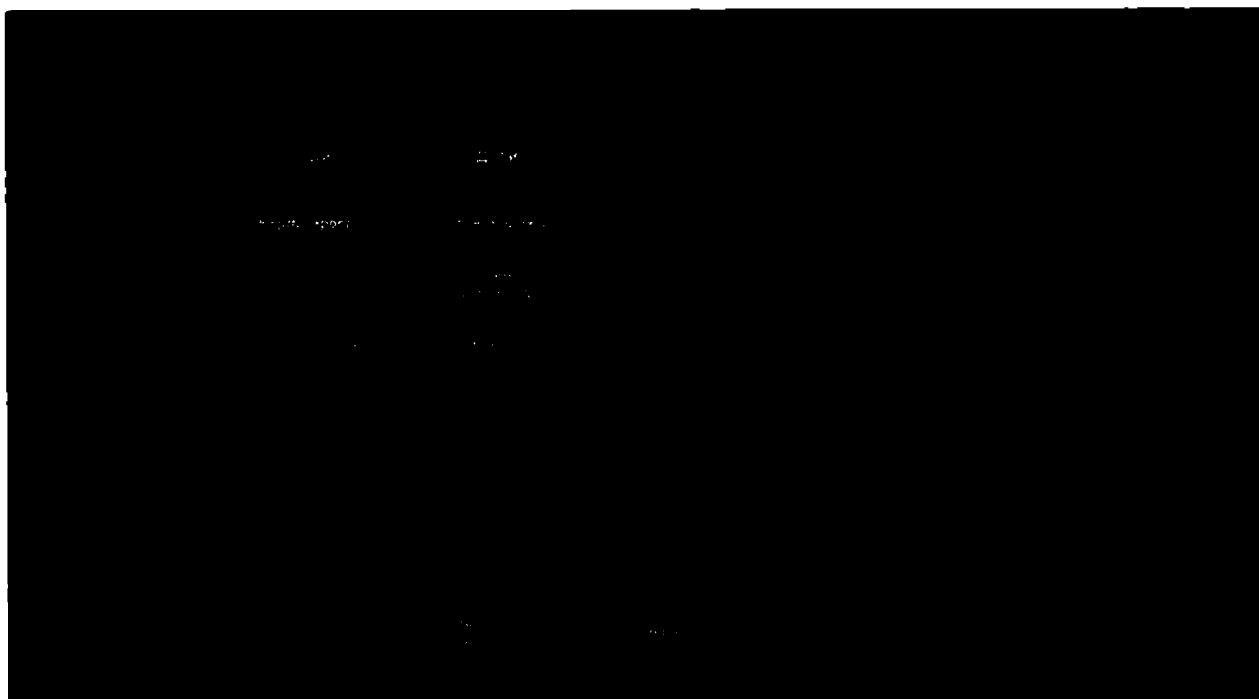

Рисунок 21
- Схема и примеры реализации приведены ниже (схема 8, рис. 21):